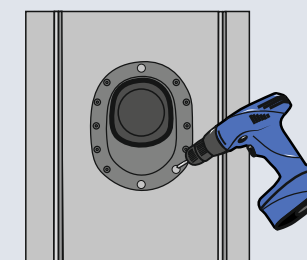

Rys. 3.
5. Włożyć w podstawę rurę wywiewną i zatrzasknąć (Rys. 3.).